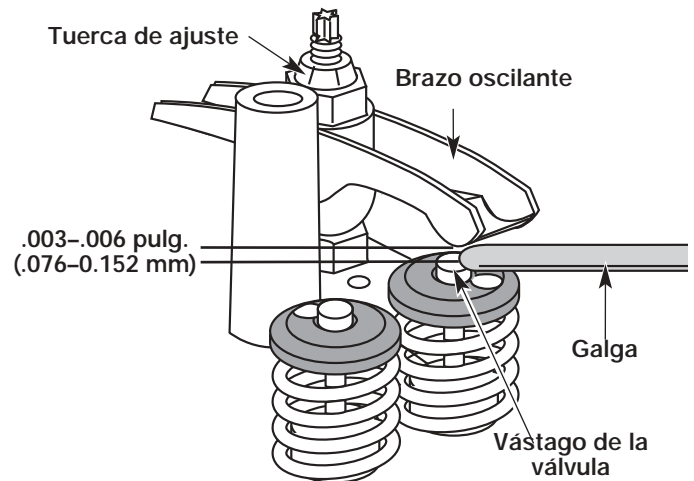

Fig. 32
El huelgo recomendado para las válvulas de entrada y de escape es .003 - .006 pulgadas (.076 - 0.152 mm). Use una galga regular de automóvil de .005 pulgadas (0.127 mm). La galga debe deslizarse entre el brazo oscilante y el vástago de la válvula con una ligera cantidad de resistencia, sin doblarse (Fig. 32).
- a. Gire la tuerca de ajuste con una llave de 5/16 pulgadas (8 mm) o una guía de tuercas (Fig. 32).